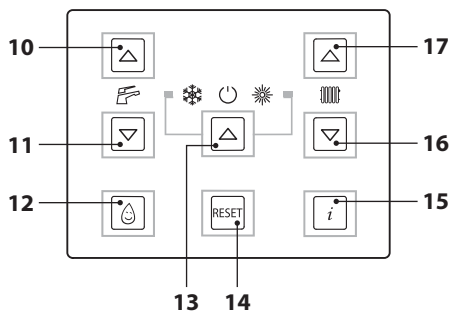
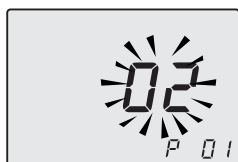

Рисунок 9.8
Рисунок 9.9
- Войдите в "режим программирования", нажав одновременно и удерживая в течение 10 секунд кнопки 13-16-17 (Рисунок 9.8), до появления на ЖК дисплее кода **P01** и значения параметра, которые указывают на вход в "параметр 01" (Рисунок 9.9).
- Нажать одновременно кнопки 16 и 17 (Рисунок 9.8) до появления на ЖК-дисплее кода **LP**, сменяющегося значением минимальной температуры воды (например, **45**), что указывает на вход для активации "режима трубочист" при минимальной мощности горячего водоснабжения (Рисунок 9.10).
- Нажать одновременно кнопки 16 и 17 (Рисунок 9.8) до появления на ЖК-дисплее кода **hP**, сменяющегося значением минимальной температуры воды для отопления (например, **32**), что указывает на вход для активации "режима трубочист" при минимальной мощности отопления (Рисунок 9.11).
- Снова нажав одновременно в течение 10 секунд кнопки 13-16-17 (Рисунок 9.8), можно выйти из "режима трубочист" и вер-